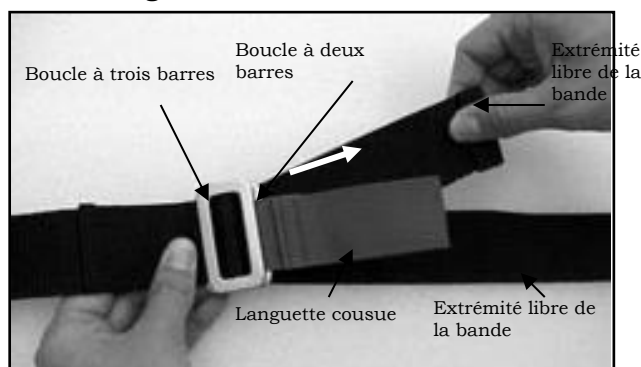

Figure 13 - Calage boucle à trois barres
2. Tirer l'extrémité libre de la bande pour caler fermement la boucle à trois barres en haut de la boucle à deux barres (figure 13).